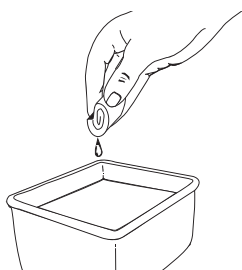

Fig. 26
3. Lave el filtro con agua y detergente (Fig. 26). Enjuague bien el filtro y déjelo secar.